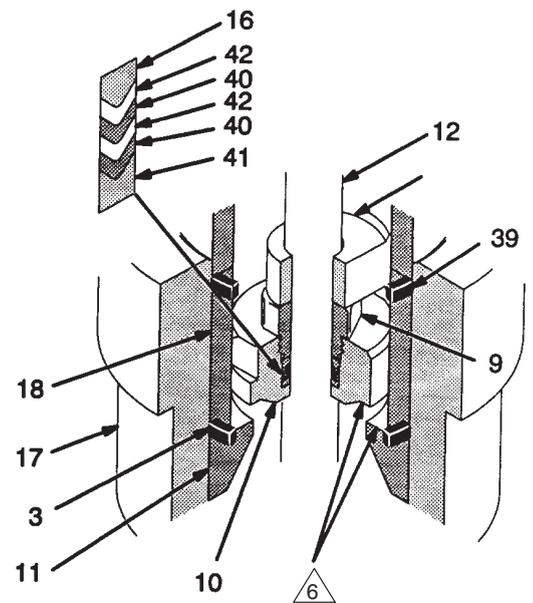

Abb. 8
Beim Auseinanderbau der Pumpe alle Teile in Reihenfolge abnehmen, für einen einfachen Wiederausbau. Alle Teile mit geeignetem Lösemittel reinigen und auf Verschleiss oder Beschädigungen überprüfen. Siehe Abb. 8.
10. O-Ring (3) und Ventilsitz (11) von der Oberseite des Einlassgehäuses (17) nehmen. Siehe Abb. 8. Wenn der Sitz schwer zu entnehmen ist, Gehäuse herumdrehen und Sitz mit Hammer und Messingstange leicht anschlagen.
11. Passflächen von Einlassventilsitz (11) und Einlassventilkörper (10) auf Beschädigung überprüfen.
12. Führung (18) von der Stange (12) schieben. Stange von Kolben (6) abschrauben. Mit Finger über die Oberfläche des Kolbens fahren und auf Beschädigung überprüfen.
13. Kolben (6) in einen Schraubstock spannen. Kolben von Kolbenstange (1) abnehmen. Kolbensitz und Führung von Kolben nehmen. Kolben (6) und Kolbensitz (8) auf Beschädigung überprüfen, siehe DETAIL in Abb. 8.
14. Kolbenstange (1) vom Schraubstock nehmen und auf Beschädigung überprüfen, indem man mit dem Finger über die Oberfläche fährt.
16. Von Einlassventilsatz, der unter Schritt 10 abgenommen wurde, Packungsmutter (9) von Ventilkörper (10) abschrauben. Ringe (16, 41) und V-Packungen (40 u. 42) von dem Ventilkörper nehmen, siehe DETAIL in der Abb. 8.
17. Griff des Ventils (28) komplett von Auslassgehäuse (19) schrauben. Öffnung in dem Ventilgehäuse säubern. Ventilgehäuse braucht vom Auslassgehäuse (19) dazu nicht abgenommen werden.
18. Packungsmutter (2) von Auslassgehäuse (19) nehmen. Die Halspackungen (22,24) und die Ringe (21,23) von Auslassgehäuse (19) nehmen. Materialausgangsnippel (20) und O-Ring (25) NICHT ENTFERNEN, wenn keine Wartung durchgeführt wird.